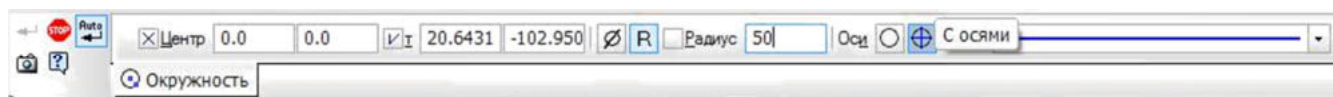

Рис. 3 Построение прямоугольника
- ☐ проверьте правильность построения (рис. 3);